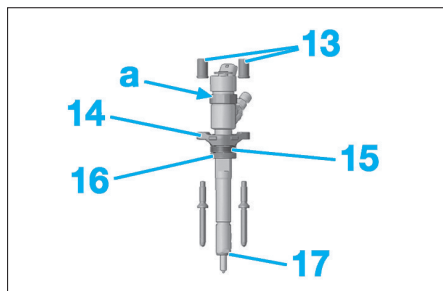

Fig. 51
- les fixations des brides d'injecteurs (13) (Fig.51),